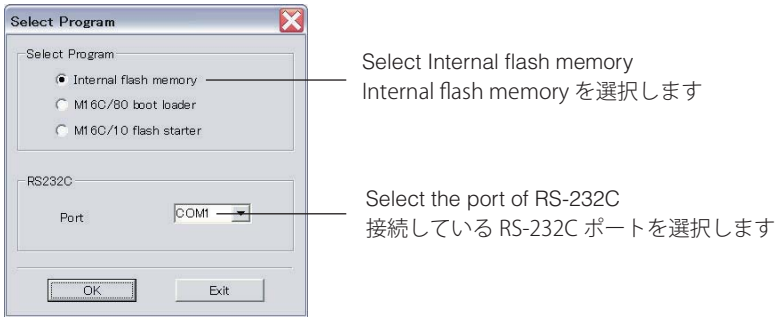

Fig. 2
The screen appears as shown below. (Fig. 2)
- 3. Select the data to be transmitted and port. (Fig. 2)
下記の画面が表示されます。(Fig. 2)
- 3. 送信データ、ポートを選択します。(Fig. 2)